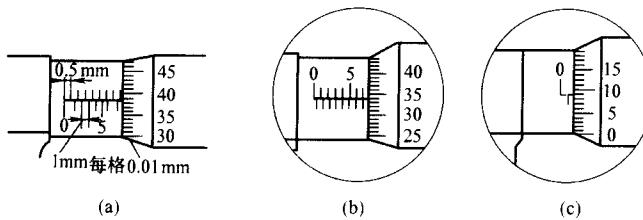

图 1-3 千分尺的刻度和读数示例
(1) 分类和结构。千分尺又称螺旋测微器, 是一种精密量具。其测量精度比游标卡尺高, 且比较灵敏。千分尺按用途可分为外径千分尺、内径千分尺、杠杆千分尺、深度千分尺、壁厚千分尺、公法线千分尺等。这里主要介绍外径千分尺。外径千分尺由尺架、测微螺杆、测力装置和锁紧装置等组成。其规格是按测量范围来表示的, 常用的有  $0\sim25\text{mm}$ 、 $25\sim50\text{mm}$ 、 $50\sim75\text{mm}$ 、 $75\sim100\text{mm}$ 、 $100\sim125\text{mm}$ 、 $125\sim150\text{mm}$  等 6 种。其分度值一般为  $0.01\text{mm}$ 。一般千分尺均附有用于调整的专用小扳手, 测量下限不为零的千分尺, 还附有用于调整零位的标准棒。
(2) 刻度原理和读数方法。在千分尺的固定套筒的轴向刻有一条基线, 基线的上、下方都有间距为  $1\text{mm}$  的刻线, 上、下刻线错开  $0.50\text{mm}$ 。微分筒的圆锥面上刻有 50 等分格。由于测微螺杆和固定套筒的螺距都是  $0.50\text{mm}$ , 所以当微分筒旋转一圈时, 测微螺杆就移动  $0.50/50=0.01$ , 即千分尺的测量精度为  $0.01\text{mm}$ 。读数时, 先从固定套筒管上读出毫米数与半毫米数; 再看基线对准微分筒上哪格及其数值, 即多少个  $0.01\text{mm}$ , 把两次读数相加就是测量的完整数值。如图 1-3 (a) 所示, 固定套管上露出来的数值是  $7.50\text{mm}$ , 微分筒上第 39 格线与固定套管上基线对齐, 即数值为  $0.39\text{mm}$ , 此时, 千分尺的正确读数为  $7.50\text{mm}+0.39\text{mm}=7.89\text{mm}$ 。在图 1-3 (b)、(c) 中, 千分尺的正确读数分别为  $7\text{mm}+0.34\text{mm}=7.34\text{mm}$  和  $0.50\text{mm}$